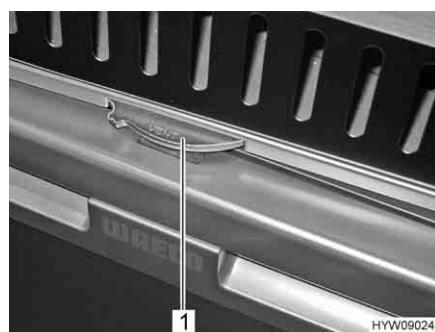

Fig. 56 Bloccaggio della porta del frigorifero
*Chiusura:* ■ Ruotare verso destra il sistema di bloccaggio (Fig. 56,1) fino all'arresto ("Lock"). La posizione "Lock" resta impostata durante il funzionamento.
*Arresto in posizione di ricircolo d'aria:* ■ Ruotare verso sinistra il sistema di bloccaggio (Fig. 56,1) fino all'arresto ("Vent").